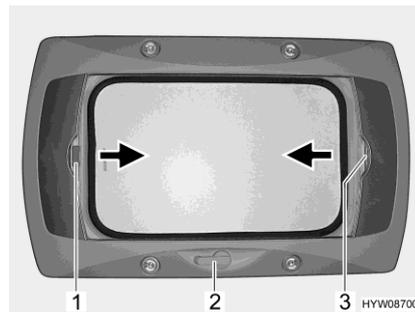

Fig. 53 Claraboya de manivela
Abrir: ■ Girar la manivela (Fig. 53,2) hasta que se note resistencia.
Cerrar: ■ Tirar del tirador (Fig. 53,3) del estor plegable en dirección de la flecha y soltarlo en la posición deseada. El estor plegable se queda fijo en esta posición.
- Tirar del asidero (Fig. 53,1) de la mosquitera enrollable en la dirección de la flecha hacia el asidero opuesto del estor plegable (Fig. 53,3) y hacerlo engatillar.
- Presionar el tirador de la mosquitera enrollable (Fig. 53,1) por la parte de atrás hacia arriba y desengancharla del estor plegable (Fig. 53,3).